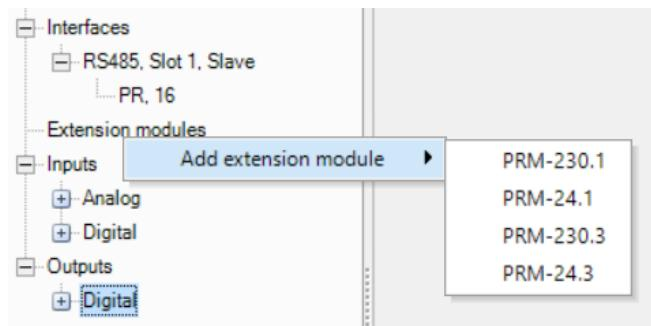

Fig. 5.1
4. Add PRM module using the context menu (*Fig. 5.1*)